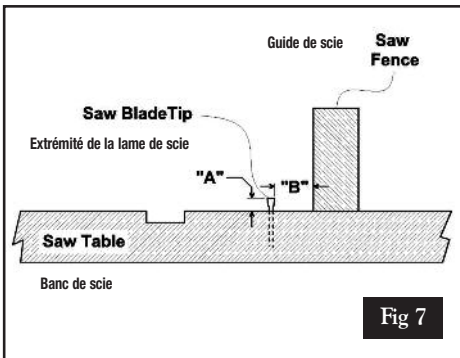
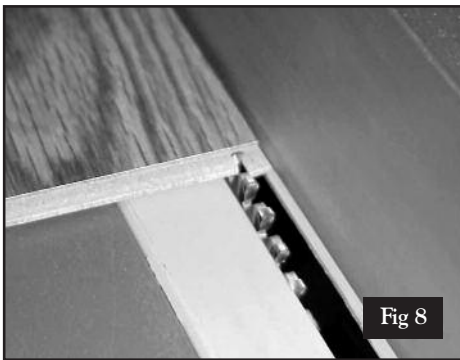
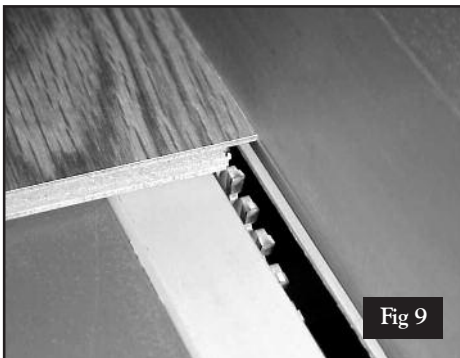
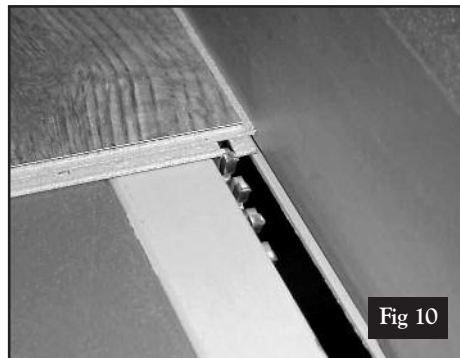

Fig 7
Fig 8
Fig 9
Fig 10
7. Ensuite, régler la profondeur du banc de scie (dimension « A ») à 5 mm (3/16 po) et régler le guide du banc de scie (dimension « B ») à 5 mm à partir de l'intérieur de la lame (voir Fig. 7). Ces mesures peuvent être vérifiées en passant un morceau de découpe de planche dans la scie, puis en mesurant la fente de coupe. Une fois les réglages vérifiés, passer les deux profils latéraux de la languette (côté et extrémité de la lame/carreau) sur le banc de scie (voir Fig. 8). Tout en conservant les mêmes réglages, passer de nouveau les profils latéraux de la languette sur le banc de scie pour obtenir une largeur de coupe adéquate (voir Fig. 9).
8. Ensuite, régler la profondeur du banc de scie (dimension « A ») à 3 mm (1/8 po) et régler le guide du banc de scie (dimension « B ») à 5 mm (3/16 po) (même chose qu'à l'étape 7 ci-dessus) à partir de l'intérieur de la lame. Ces mesures peuvent être vérifiées en passant un morceau de découpe de planche dans la scie, puis en mesurant la fente de coupe. Une fois les réglages vérifiés, passer les deux profils latéraux côté rainure sur le banc de scie. À présent, régler le guide du banc de scie à 8 mm (5/16 po) à partir de l'intérieur de la lame (dimension "B") (voir Fig. 7). Vérifier de nouveau ces mesures à l'aide de la planche et mesurez la fente de coupe. Repasser les profils latéraux côté rainure sur le banc de scie pour obtenir une largeur de coupe adéquate (voir Fig. 10).